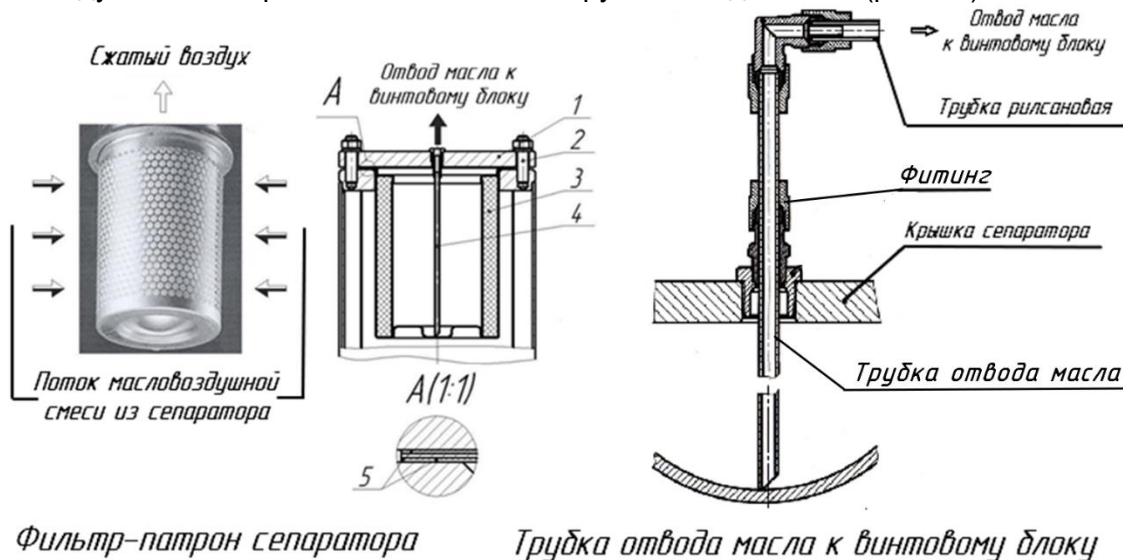

Рисунок 25. Схема фильтра-патрона сепаратора: 1 - крышка сепаратора; 2 - шпилька; 3 - фильтр-патрон; 4 - трубка отвода масла к винтовому блоку; 5 - прокладки.
ВНИМАНИЕ! Во время снятия и установки фильтра-патрона сепаратора обратить внимание на положение медной трубки. Свободный конец трубки, срезанный под углом, должен быть направлен в центр чашки фильтра-патрона, как показано на рисунке 25, и почти касаться дна. Неправильная установка трубки приведет к повышенному содержанию масла в сжатом воздухе. На КУ применяются съемные трубки отвода масла (рис. 25).
- открутить гайки со шпилек 2 и осторожно снять крышку 1 сепаратора (рис. 25);